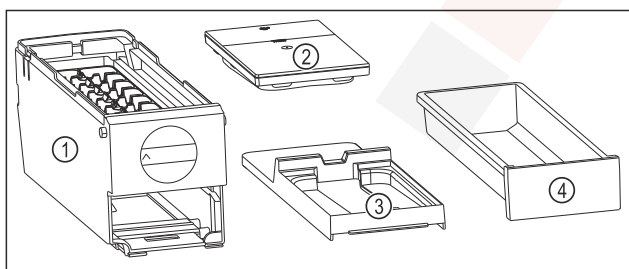

Fig. 114 Az EasyTwist-Ice alkotórészei
- ▷ Az EasyTwist-Ice egység négy darabra van szétszedve. (lásd Fig. 114)
- ▶ Az EasyTwist-Ice egységet csak az ábrázolt alkotóelemekre szedje szét. (lásd Fig. 114)
- ▶ Az EasyTwist-Ice testét Fig. 114 (1) egy egységként tisztítsa.